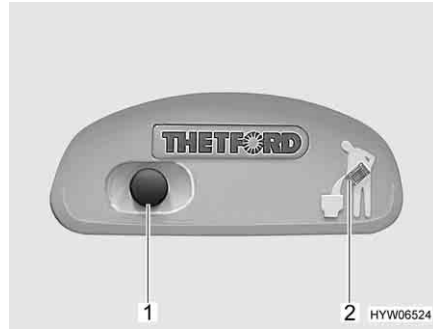
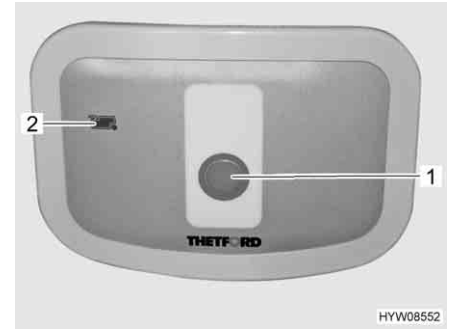

Fig. 262 Bouton pour la chasse d'eau/
Fig. 263 Bouton pour la chasse d'eau/
- Pour actionner la chasse d'eau, appuyer sur le bouton bleu (Fig. 262,1 ou Fig. 263,1).
Le voyant de contrôle (Fig. 262,2 ou Fig. 263,2) s'allume lorsque le réservoir pour matières fécales doit être vidé.